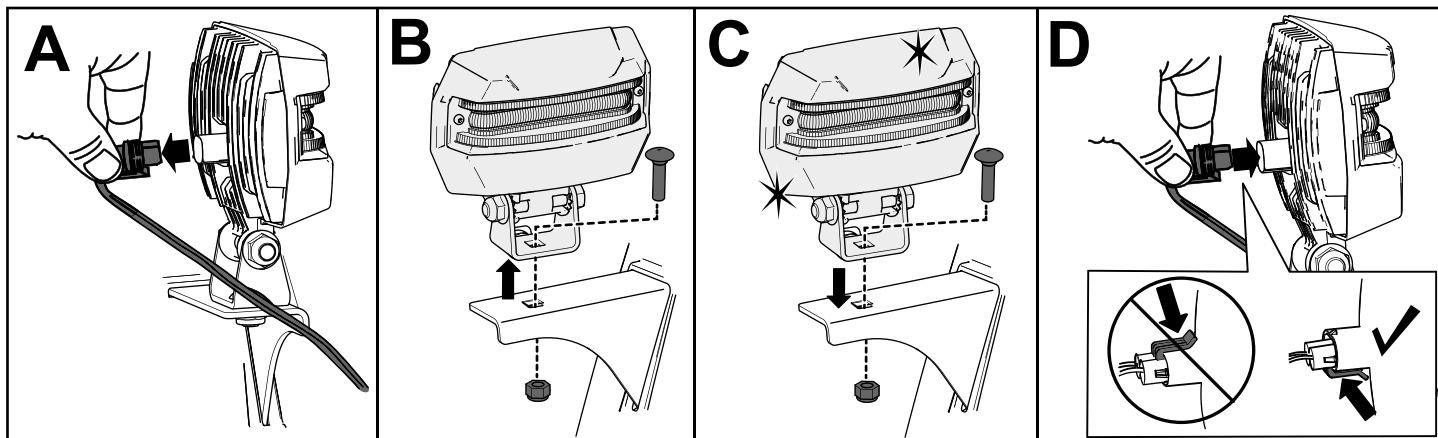

図 40
1. ヘッドライトの背面からヘッドライトの配線を外す 図 40 のA。
2. ヘッドライトブラケットにヘッドライトアセンブリを固定しているボルトとナットを取り外し、ヘッドライトアセンブリを取り外す 図 40 のB。
3. 取り外しておいたナットとボルトを使って、新しいヘッドライトアセンブリをヘッドライトブラケットに取り付ける 図 40 のC。
4. ヘッドライトワイヤーを、しっかりと固定されるまでヘッドライトの背面にまっすぐ差し込む 図 40 のD。